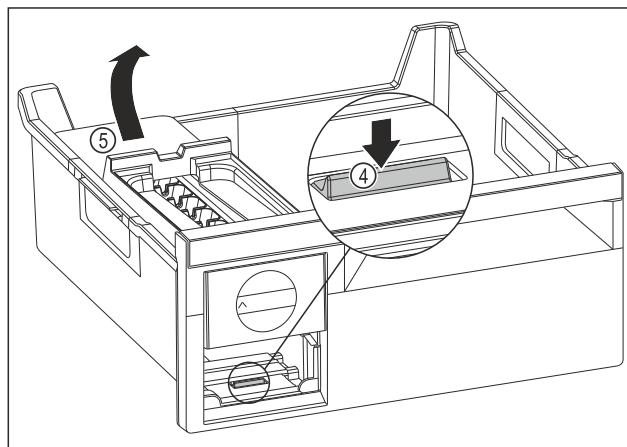

Fig. 87
- Изваждане на корпуса на EasyTwist-Ice: Натиснете езичето Fig. 87 (4) с пръст надолу и едновременно с това с другата ръка повдигнете корпуса на EasyTwist-Ice Fig. 87 (5) отзад.